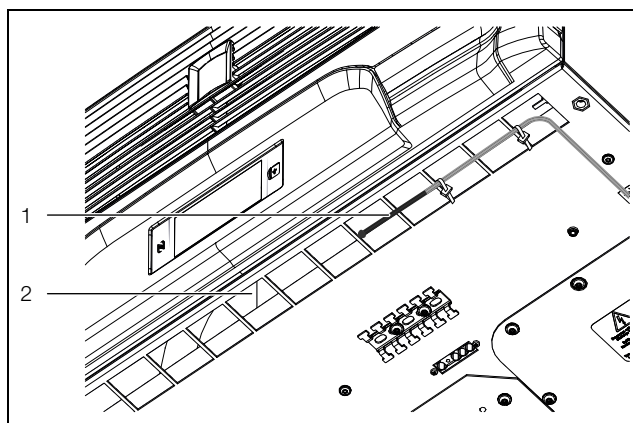

Fig. 14: Sensore di temperatura davanti alla bocchetta di uscita dell'aria fredda
- Installare il sensore di temperatura in posizione centrale davanti alla bocchetta di uscita dell'aria fredda del condizionatore (fig. 14).